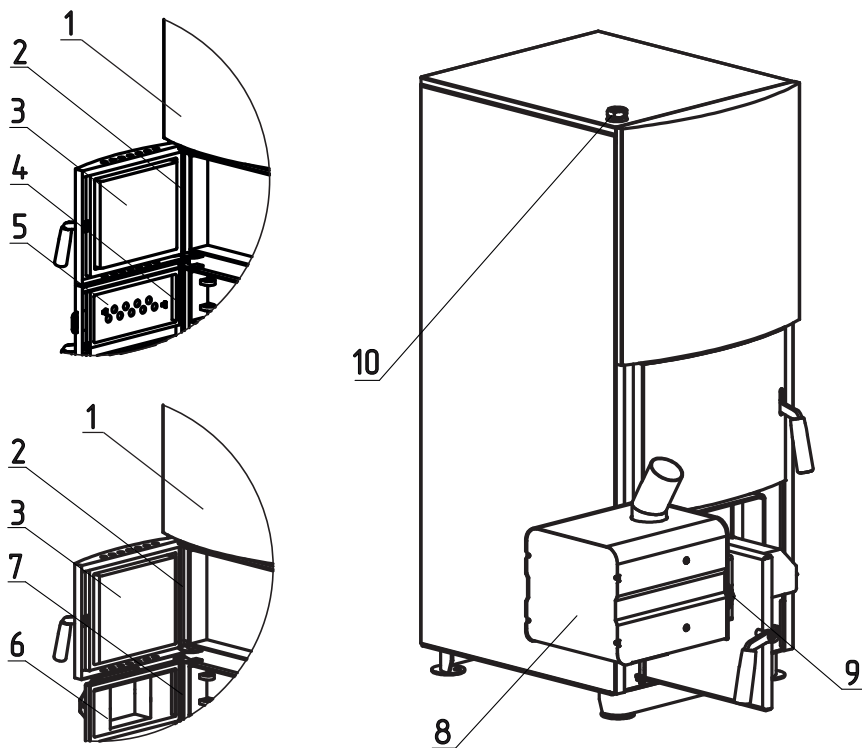
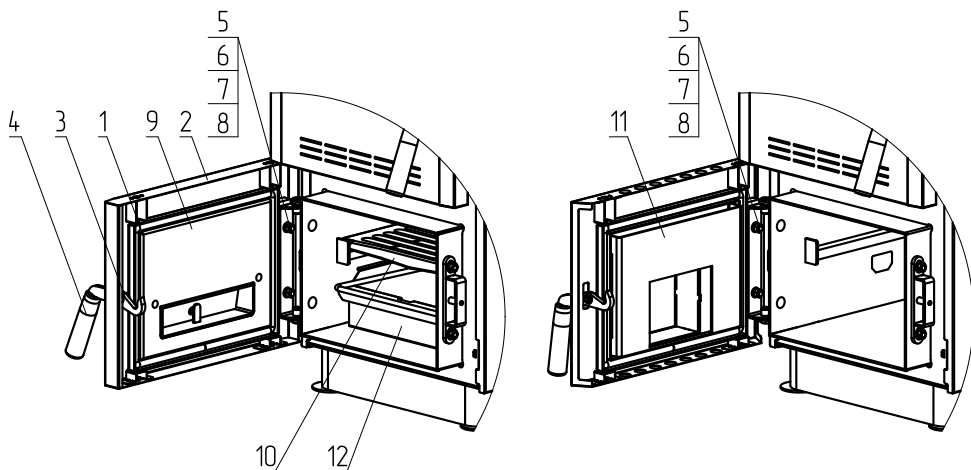

Рис. 9 Порядок установки двери на твердотопливные котлы ZOTA Mix 40 и ZOTA Mix 50
Рис. 12 Порядок установки адаптера на твердотопливные котлы ZOTA Тополь-М 42, 60
- Снимите панель (Рис.9, поз.1), извлеките ось (Рис.9, поз.2) и снимите дверцу загрузочную (Рис.9, поз.3).
- Затем извлеките ось дверцы зольной (Рис.9, поз.4) и снимите зольную дверцу (Рис.9, поз.5).
- Далее установите адаптер горелки (Рис.9, поз.6) и зафиксируйте его осью (Рис.9, поз.7).
- Установите дверцу загрузочную (Рис.12, поз.3), установите ось загрузочной дверцы (Рис.9, поз.2) и установите на место панель (Рис.9, поз.1).
- Установите горелку (Рис.9, поз.8) на котел и зафиксируйте ее гайками (Рис. 9, поз. 9).
- Для установки гильзы под датчики температуры и перегрева снимите пробку или тягорегулятор (если установлен) и установите гильзу (Рис.9, поз.10) в освободившееся отверстие.
- Открутите 4 самореза (Рис.12, поз.1), откиньте обшивку дверцы (Рис.12, поз.2), снимите стопорную шайбу ручки (Рис.12, поз.3), снимите обшивку дверцы (Рис.12, поз.2) и ручку (Рис.12, поз.4), открутите гайки (Рис.12, поз.5), извлеките болты (Рис.12, поз.6), шайбы (Рис.12, поз.7, 8) и снимите дверцу шуруповочную (Рис.12, поз.9).
- Извлеките колосники (Рис.12, поз.10) и зольный ящик (Рис.12, поз.12).
- Далее установите адаптер горелки (Рис.12, поз.11) в обратном порядке.